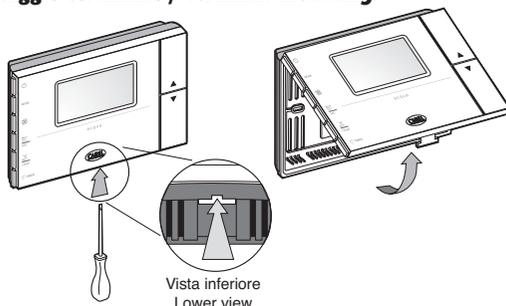

Fig. 2
Effettuare il fissaggio come mostrato in Fig. 2 (il terminale va fissato a muro in posizione orizzontale in modo da permettere il ricircolo dell'aria attraverso le feritoie del guscio posteriore).
*Fasten the terminal as shown in the Fig. 2 (the terminal should be fastened to the wall in a horizontal position so as to allow air to recirculate through the grille on the rear shell).*